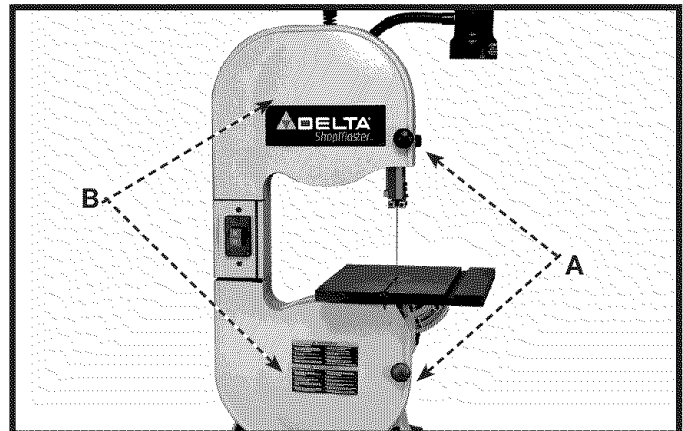

Fig. 23
Al hacer los ajustes tales como cambiando la hoja, ras-treando la hoja, los ajustes de la guía de hoja, etc., el de puertas (B) Fig. 23 pueden ser abiertos de la siguiente manera:
1. Saque el dos de picaportes que cierra (A) Fig. 23, y puertas (B) de columpio abren.
3. Para cerrar y abrochar de puertas (B) Fig. 23, la prensa en las puertas directamente sobre los picaportes (A) hasta los picaportes chasquúa en la posición que cierra.